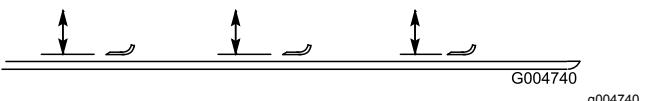

Bild 111
2. Drehen Sie die Schnittmesser, bis die Enden nach vorne und hinten zeigen (Bild 111). Messen Sie von der Innenseite des Mähwerks bis zur Schnittkante an der Vorderseite des Messers. Merken Sie sich dieses Maß.